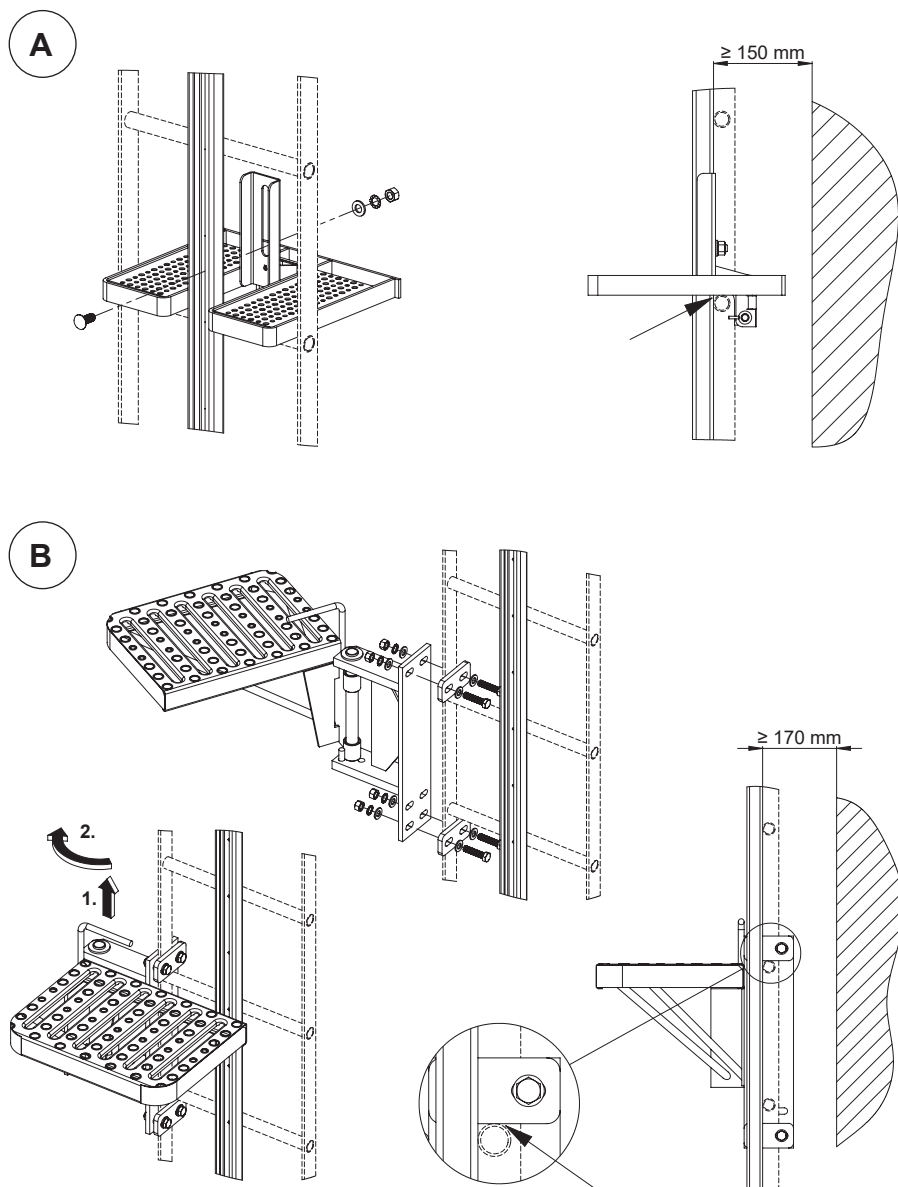

Fig. 2.5 - Apoio para pés desdobrável (A), apoio para pés giratório (B)
**Fig. 2.5 -** Extremidade superior da calha com (A) ou sem (B) reforço da calha; perfuração e montagem do reforço (A1); dimensões do espaçador baseados na largura do degrau (A2)